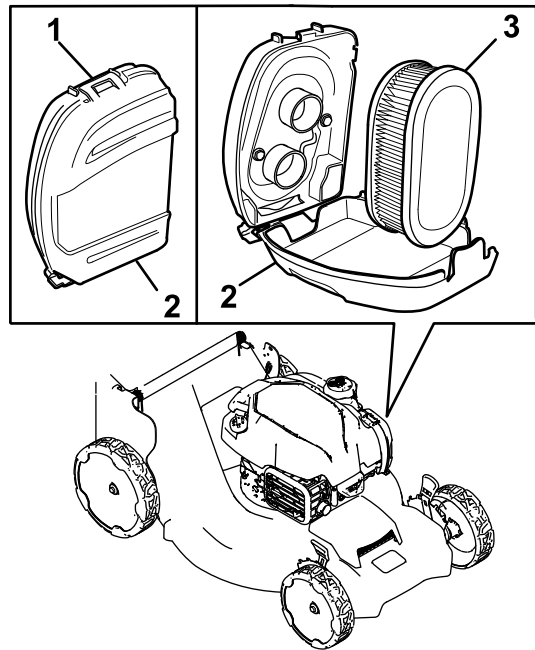

Bild 22
1. Lösen Sie das Oberteil der Luftfilterabdeckung (Bild 22).
2. Entfernen Sie den Luftfilter (Bild 22).